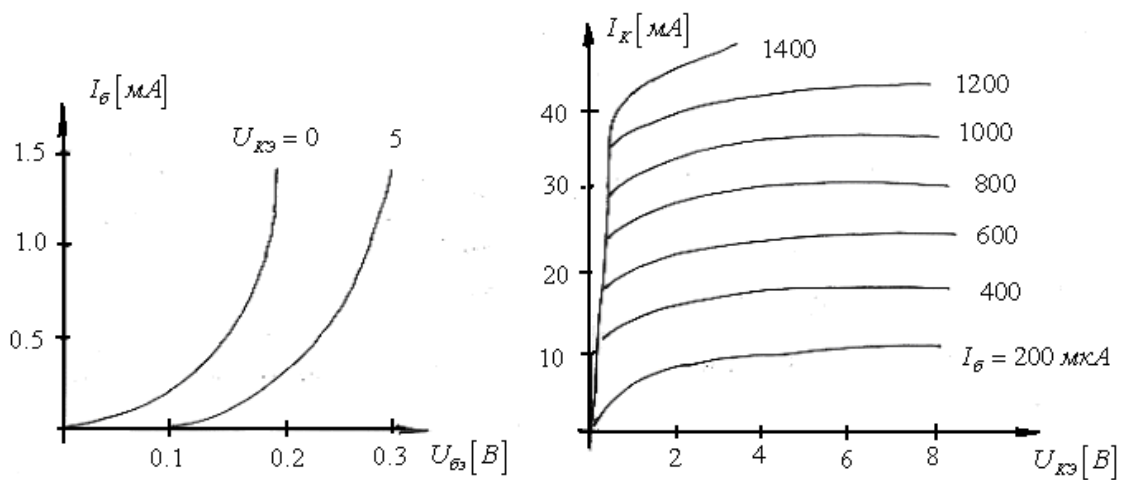

Рис.5.5
- Построить ДПХ транзисторного каскада, если $E_{\kappa} = -6\text{В}$, $R_{\kappa} = 200\text{ Ом}$, а транзистор задан семействами ВАХ, показанными на рис.5.5.
- по графикам (рис. 5.5) определить h -параметры транзистора в выбранной в работе 5 рабочей точке;